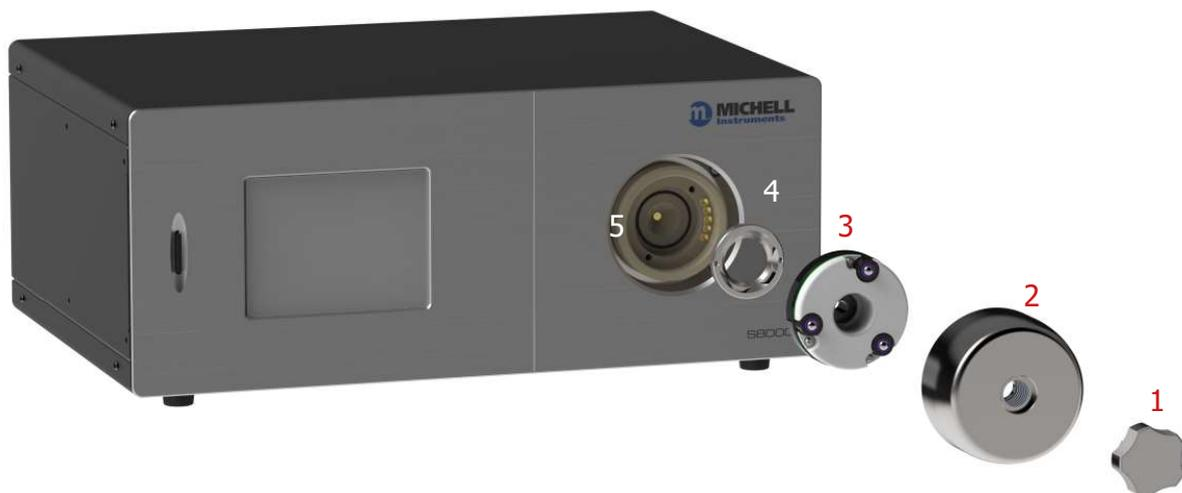

Abbildung 38 *Reinigung des Sensorspiegels*
1. Ist das Netzkabel an einer abgesicherten Steckdose angeschlossen, schalten Sie die Netzspannung aus, ziehen Sie das Netzkabel ab, überprüfen Sie die Sicherung und tauschen diese falls erforderlich aus. Sollte das Gerät nach dem Austausch der Sicherung und Einschalten der Netzspannung immer noch nicht funktionieren, so ist Folgendes zu tun (siehe Abb. 38).